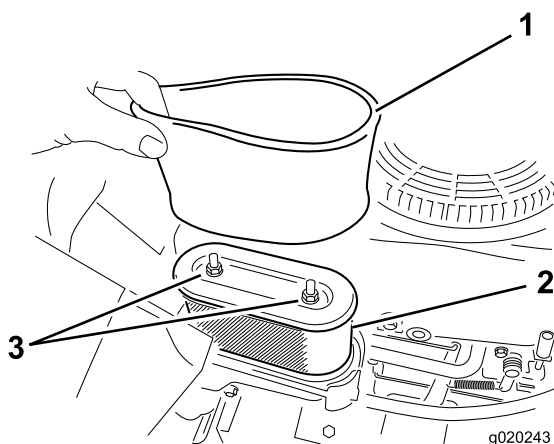

Figure 32
5. Retirez délicatement les éléments en mousse et en papier du boîtier du filtre à air (Figure 32).
1. Placez l'élément en mousse sur l'élément en papier (Figure 32).